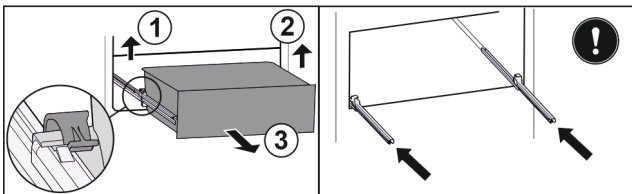

Fig. 119
- ▶ Повдигнете лявата скоба и едновременно с това изтеглете напред чекмеджето отляво. Fig. 119 (1)
- ▶ Повдигнете дясната скоба и едновременно с това изтеглете напред чекмеджето отдясно. Fig. 119 (2)
- ▶ Извадете чекмеджето напред. Fig. 119 (3)